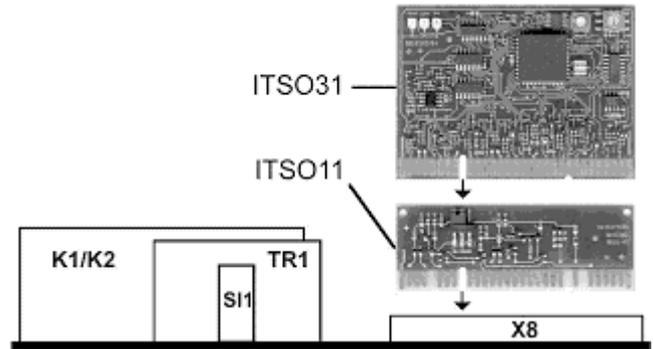

Abb. 5: Lage Kodierschlitz
- Achten Sie beim Einstecken der Module darauf, dass die Lage des Kodierschlitzes mit der Markierung „Kodierung“ auf der Steuerplatine übereinstimmt. (Abb. 1 und Abb. 5)!
**Hinweis:** Achten Sie darauf, dass der Kodierschlitz des Moduls mit der Markierung auf der Steuerplatine übereinstimmt (s. Abb. 1 und Abb. 5).